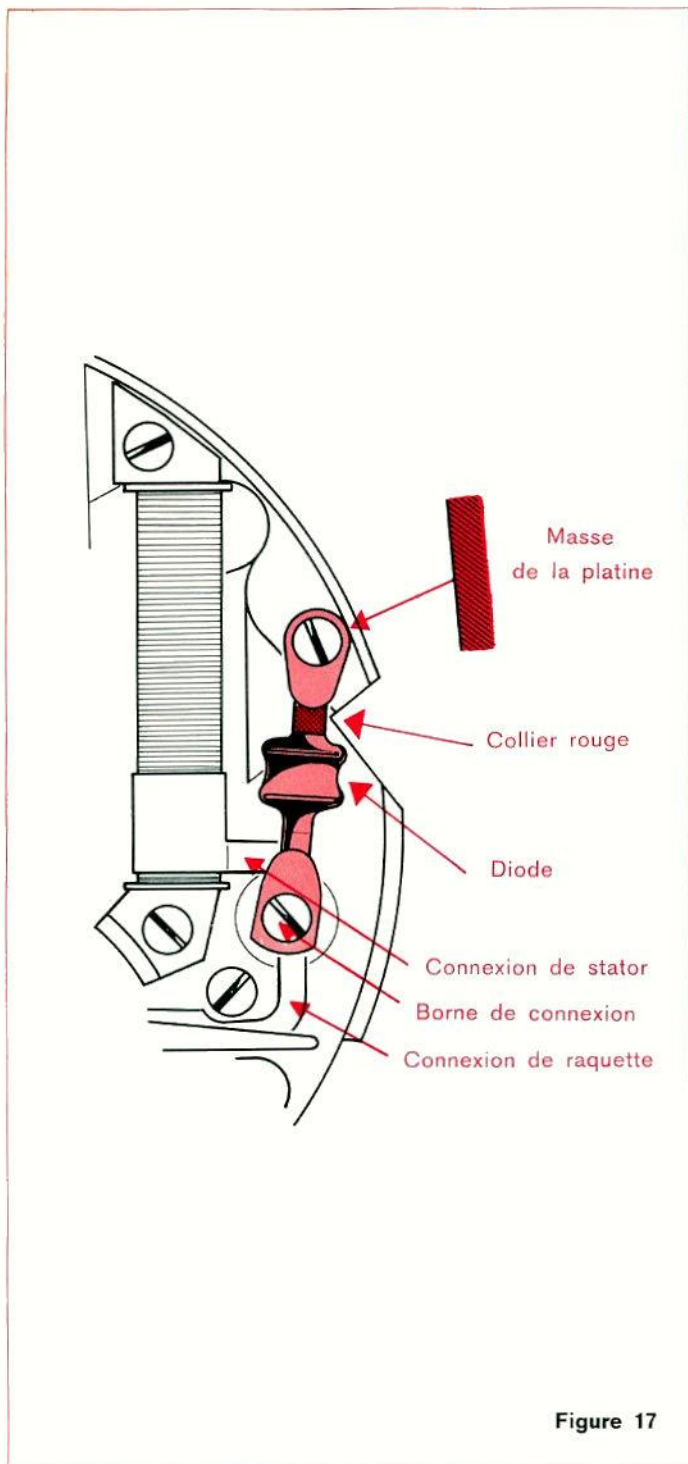

Figure 17
- Mise en place de la diode (fig. 17).